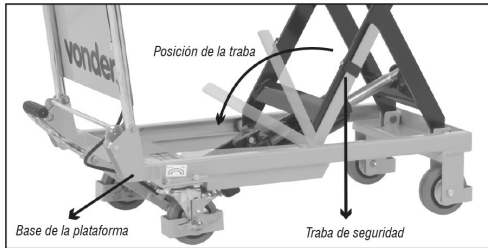

Fig. 2 – Trabamiento de la plataforma
- Elevar la plataforma hasta la altura máxima, ver fig.2.
- Bajar las 2 trabas de seguridad hasta apoyar en la base, ver fig. 2.
- Bajar el pistón hasta el trabamiento de la plataforma, ver fig. 2.